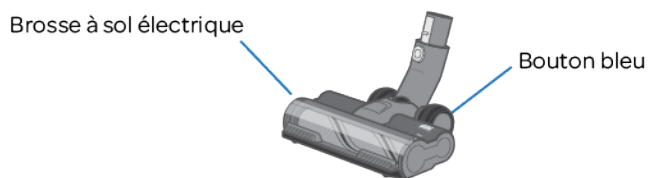

Figure 16
3. Appuyer sur le bouton bleu pour libérer l'ensemble brosse à rouleau (Figure 16).